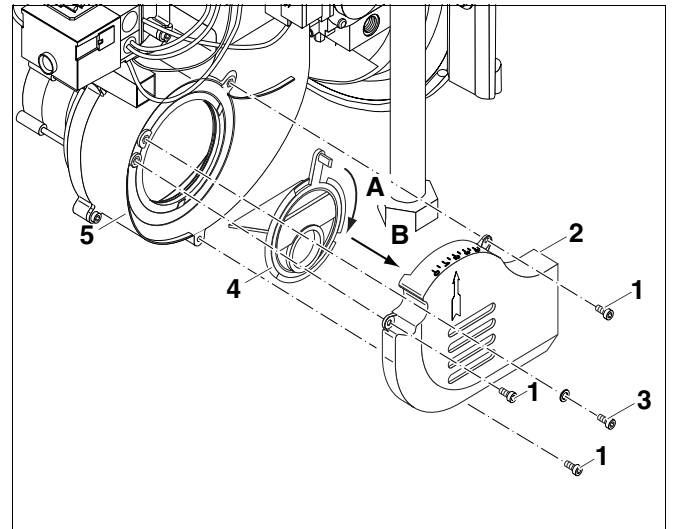

Abb. 2 Schalldämpfer und Ansaugluftführung entfernen
- Drei Schrauben (Abb. 2, **Pos. 1**) lösen und entfernen.
- Schalldämpfer (Abb. 2, **Pos. 2**) vom Gehäusedeckel (Abb. 2, **Pos. 5**) abnehmen.
- Schraube (Abb. 2, **Pos. 3**) lösen und entfernen.
- Ansaugluftführung (Abb. 2, **Pos. 4**) im Uhrzeigersinn drehen (Abb. 2, **Pos. A**), bis sie sich aus dem Gehäusedeckel (Abb. 2, **Pos. 5**) herausziehen (Abb. 2, **Pos. B**) lässt.